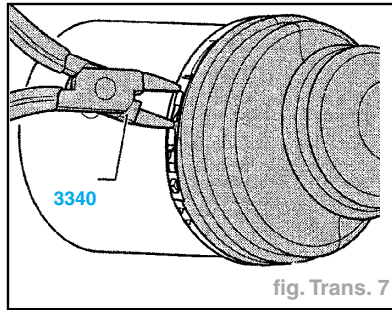

fig. Trans. 7
- Ouvrir le collier de flexible (fig. Trans. 7).